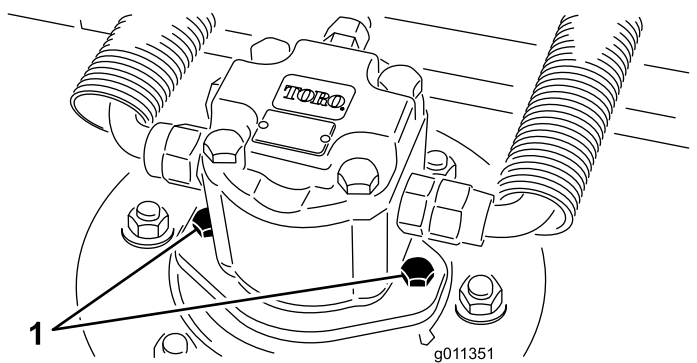

Рисунок 80
2. Отсоедините и снимите гидромотор с режущего блока (Рисунок 80). Накройте верхнюю часть шпинделя для предотвращения загрязнения.
3. Установите гидромотор на режущий блок (Рисунок 80). Убедитесь, что уплотнительное кольцо находится в штатном положении и не повреждено.